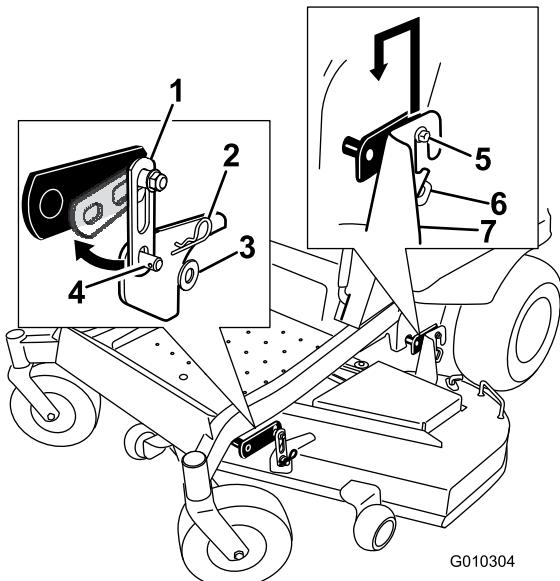

Bild 75
2. Entfernen Sie an beiden Seiten des Mähwerks die Schrauben von den Hängeprofilen des Frontmähwerks (Bild 75).
3. Heben Sie das Mähwerk vorsichtig von den Schrauben des hinteren Hängeprofils ab und senken Sie die Vorderseite des Mähwerks vorsichtig auf den Boden (Bild 75).
5. Heben Sie das Heck des Mähwerks an und führen Sie die Hängeprofilhalterungen über die hinteren Hängeprofilschrauben (Bild 75).
6. Befestigen Sie die vordere Stütze am Mähwerk an den vorderen Mähwerkhangprofilen und befestigen sie mit einer Scheibe und einem Splint (Bild 75).